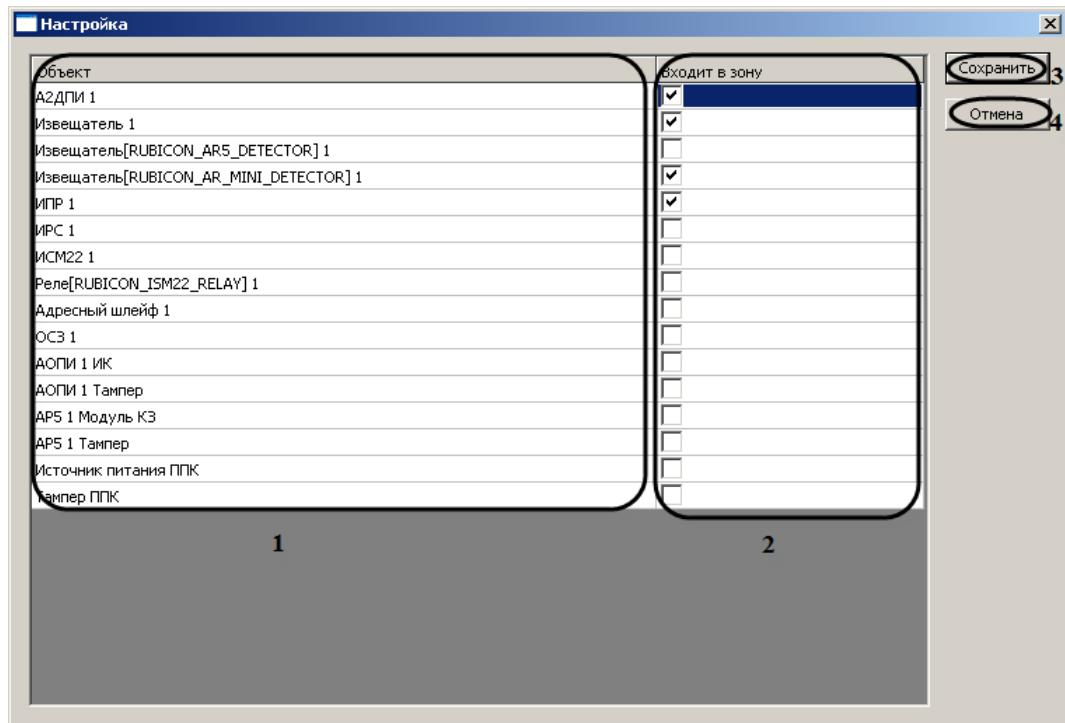

Рис. 3.7—6 Настройка связи объектов с областью
*Примечание. В столбце **Объект** отображается список объектов, созданных в программном комплексе Интеллект (см. Рис. 3.7—6, 1).*
3. Для связи объектов с охранной зоной необходимо установить флагок в соответствующей ячейке столбца **Входит в зону** (см. Рис. 3.7—6, 2).